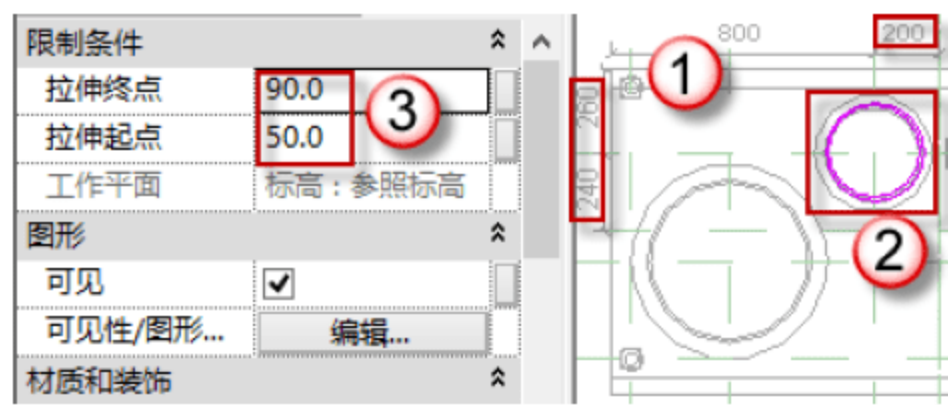

图 8.2.18 绘制尾围 B
(18) 尾围 B 由半径为 150mm 的圆与半径为 140mm 的圆围合成的圆环, 其高度为 40mm。返回到“楼层平面-参照标高”平面, 配合快捷键 C+O 和 M+M 绘制参考线。选择“创建”→“拉伸”→“圆形框”命令, 绘制图框 a (半径=150mm), 在选项栏中更改偏移量为“-10”, 绘制图框 b (半径=140mm), 在“属性”面板中编辑“拉伸起点”和“拉伸终点”的数值 (50, 90), 然后单击 √ 按钮, 如图 8.2.18 所示。